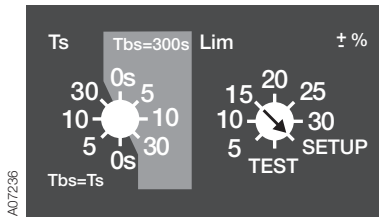

Figura 6.8 Selección del modo SETUP con el selector giratorio Lim en las unidades de control automático, OMD200 y OMD300
2. Seleccione el modo SETUP con el selector giratorio Lim de acuerdo con la Figura 6.8.